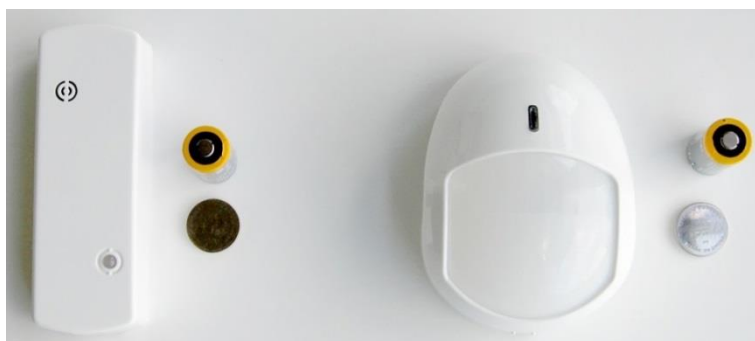

Рис. 7.3. Радиоизвещатели *Ладоба-МК-РК* и *Фотон-19-РК* и их элементы питания (вверху — основные, внизу — резервные)
1. Приготовьте радиоизвещатели и батарейки из комплекта поставки (рис. 7.3).